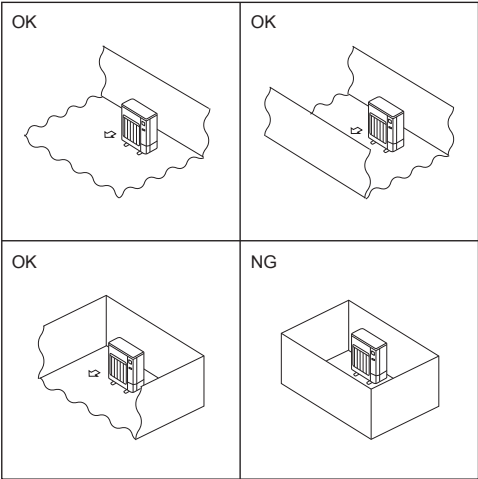

Fig. 2-2
- Ⓓ Installera utomhusenheten på en tillräckligt stor plats där minst en av de fyra sidorna är öppen och det inte finns några nedsänkningar. (Fig. 2-2)